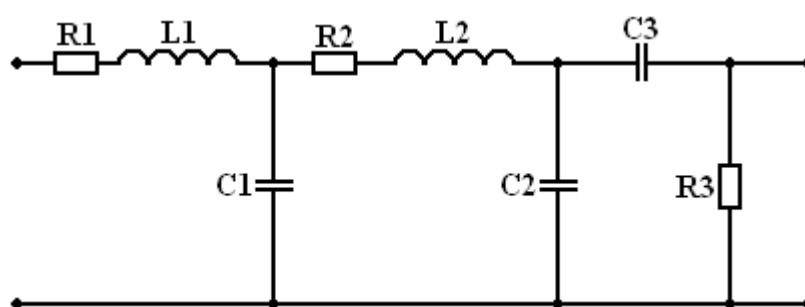

Рисунок 2.1. Схема для анализа устойчивости
1. В схеме (см. рис. 2.1) выделить типовые инерционные звенья.